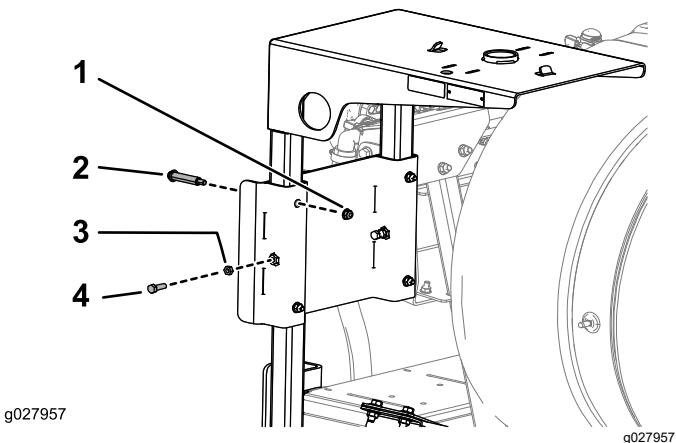

Figure 14
6. Insérez le cadre d'appui du dévidoir dans les fentes sur la patte de support et fixez l'appui au moyen de 4 boulons à épaulement, 4 écrous à embase (5/16"-18), 2 boulons (5/16"-18 x 1") et 2 écrous de blocage (5/16"-18), comme montré à la Figure 14.